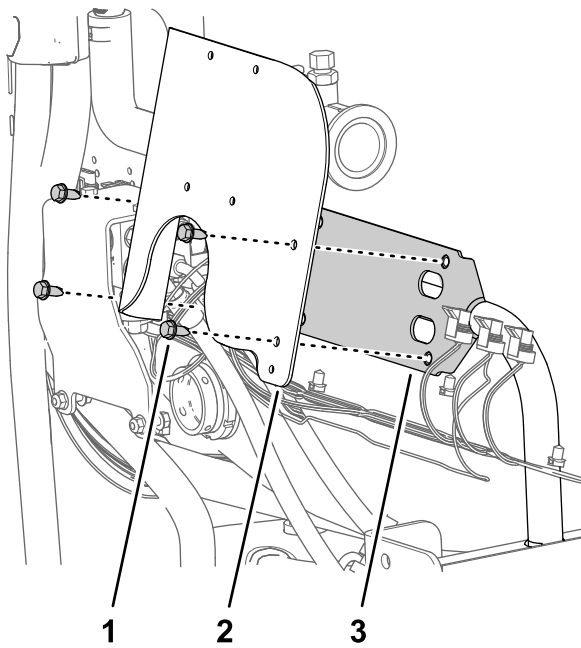

Figure 72
1. Alignez les trous du support du débitmètre et les trous du support de vanne (Figure 72).